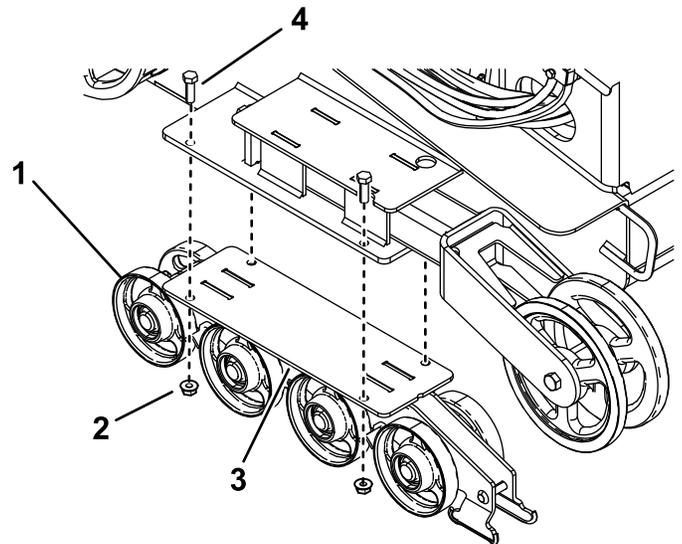

図 48
4. 各下クローラガイドロードホイールを囲っているを固定しているボルト各 4 とナットを外してガイドを取り外す 図 48。